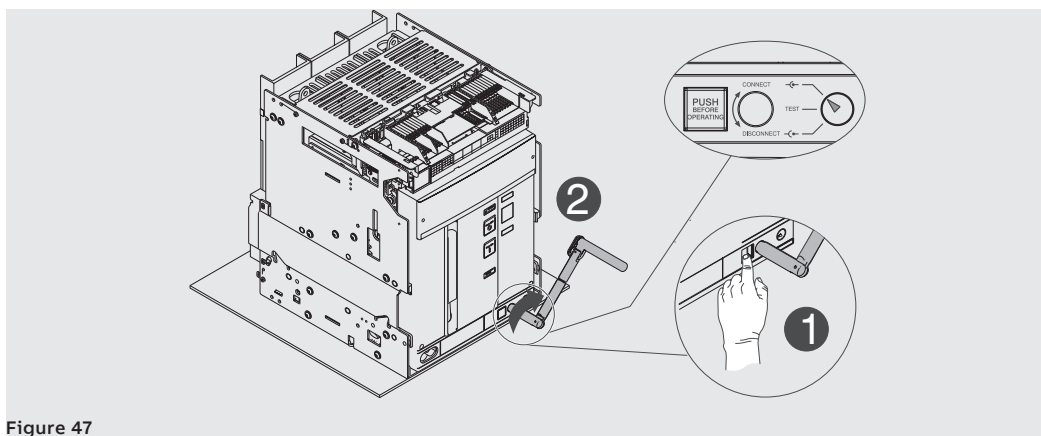

Figure 47
11. Appuyer sur le bouton de blocage puis tourner la manivelle dans le sens des aiguilles d'une montre jusqu'à ce que le bouton sorte et l'indicateur signale que le disjoncteur est en position **CONNECT**. Voir Figure 47.